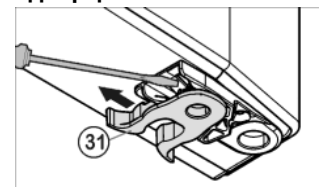

Fig. 10
- ▶ переставити Fig. 10 (31) пружинний затискач: Натиснути язичок зачіпки вниз, зняти з нього пружинний затискач.